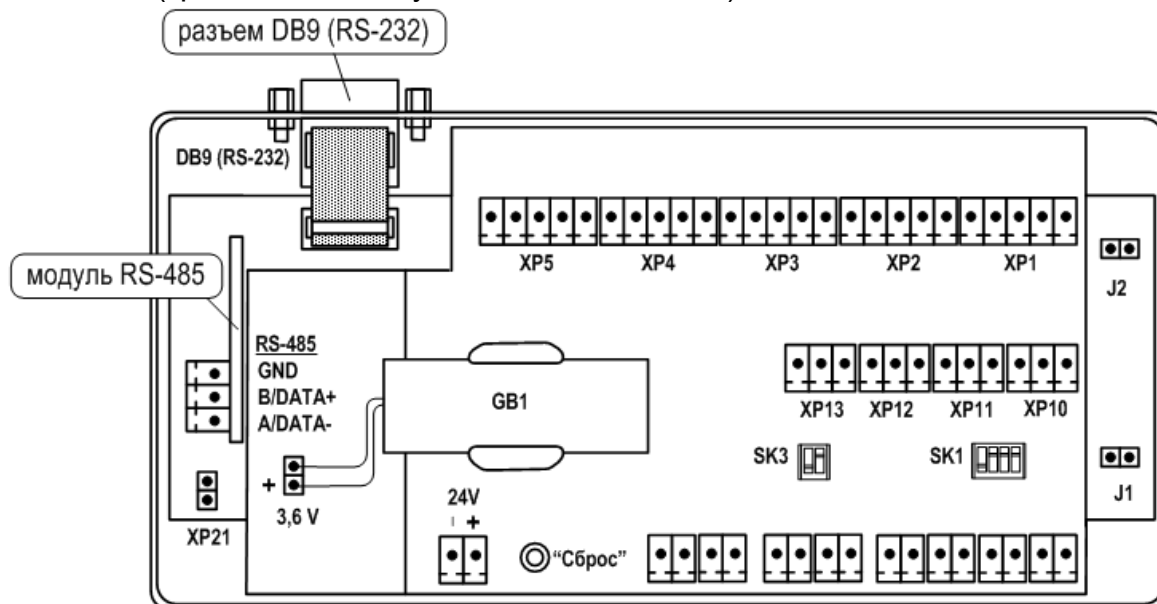

Рис.7. Размещение интерфейсных разъемов адаптера.
6.3.1.1. Для связи с внешними устройствами в адаптере предусмотрены последовательные интерфейсы RS-232, RS-485. Размещение интерфейсных разъемов в отсеках адаптера показано на рис.7 (крышки отсеков условно не показаны).